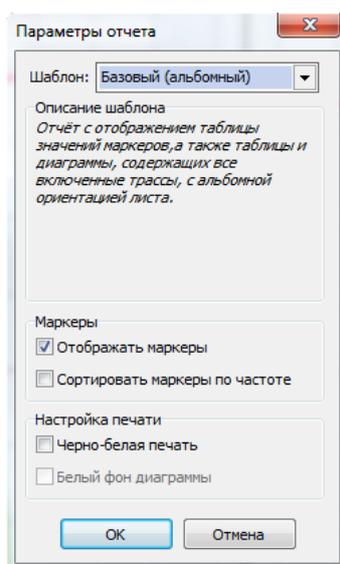

Рисунок 2.58 – Создание отчёта
**Чтобы создать отчёт**, следует выбрать пункт меню «Диаграмма > Отчёт», либо нажать кнопку  на панели инструментов «Анализ данных» или воспользоваться комбинацией клавиш «**Ctrl+P**». В появившемся окне «Параметры отчёта» (рисунок 2.58) выбрать шаблон отчёта, настроить отображение маркеров и настроить печать. Опция «Белый фон диаграммы» доступен только для темы оформления «Графит».